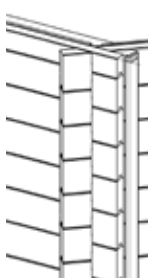
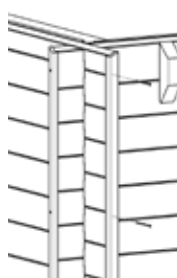

Fig. 5 / Abb. 5 / Afb. 5
Fig. 6 / Abb. 6 / Afb. 6
- Position the L trimming on the ends of the boards. • Cut off the excess part of the trimming according to the height of the pool if necessary (figure 5).
- Fix trimming L using 3 screws 4 x 60 uniformly distributed over the height of the piece (figure 6).
- Présentez le cache L sur les extrémités des madriers. • Coupez l'excédent de cache selon la hauteur du bassin si nécessaire (figure 5).
- Fixez le cache L à l'aide de 3 vis 4x60 également réparties sur la hauteur (figure 6).
- Legen Sie die Zierleiste L auf die Enden der Bretter. • Falls erforderlich, schneiden Sie das, was von der Zierleiste übersteht, je nach Höhe des Beckens (Abb. 5) ab. • Befestigen Sie die Zierleiste L mit Hilfe von 3 Schrauben 4 x 60 gleichmäßig auf der Höhe (Abb. 6).